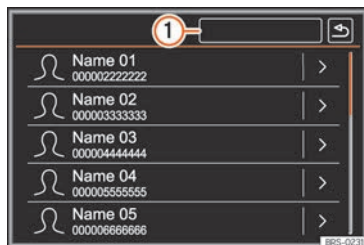

Fig. 225 Menú Contactos (agenda).
- Pulse el botón de función Buscar » **fig. 225** para abrir la máscara de búsqueda.
- Pulse el botón de función **> >>** **fig. 225** situado junto a la entrada en la lista de contactos¹⁾.